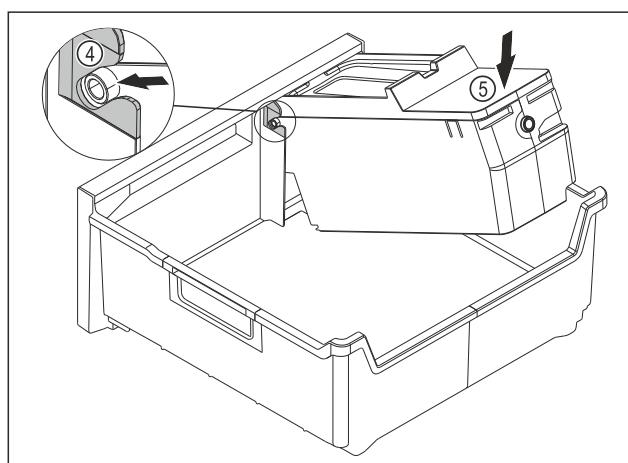

Fig. 121
- Izvadite tijelo sustava EasyTwist-Ice: Umetnute osovine tijela sustava EasyTwist-Ice u vodilice Fig. 121 (4).
- Pritisnite tijelo sustava EasyTwist-Ice Fig. 121 (5) otvara prema dolje.